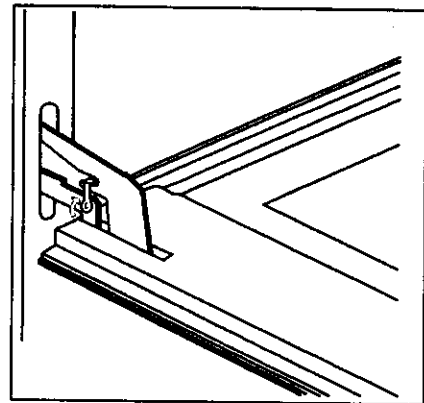

fig.12
- tournez les deux pièces de blocage sur les bras des charnières 60° (fig.12)